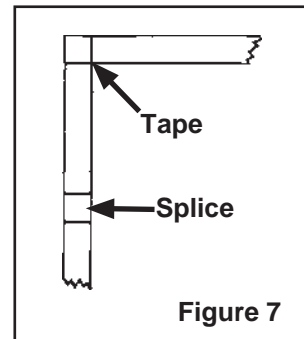
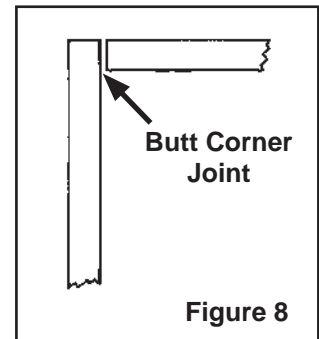

Figure 7
Figure 8
4. Where overlap joints are required, (e.g. corners and splices) the overlap should be a least 2" [50.8mm] long (i.e. full width of the tape - **Figure 7**). For butt joints, both ends of the tape must be firmly rubbed down to prevent tape lifting (**Figure 8**).
4. Lorsque des assemblages à recouvrement sont requis (par ex., pour les coins et les raccords), l'assemblage à recouvrement doit avoir une longueur d'au moins 2 po. (50.8 mm) (c.-à-d. pleine largeur du ruban - **Figure 7**). Pour les joints d'extrémité, il faut bien appuyer sur les deux extrémités du ruban pour éviter que le ruban ne se soulève (**Figure 8**).